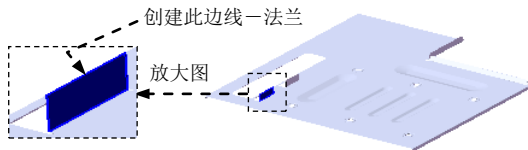
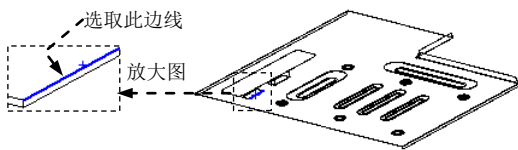

图 17.10.98 创建边线一法兰 6
图 17.10.99 定义特征的边线
Step29. 创建图 17.10.98 所示的边线一法兰 6。
(1) 选择命令。选择下拉菜单 **插入(I)** → **钣金(H)** →  **边线法兰(E)...** 命令, 系统弹出“边线法兰”对话框。
(2) 定义特征的边线。选取图 17.10.99 所示的模型边线为生成的边线法兰的边线。
(3) 定义法兰参数。在 **角度(G)** 区域的  文本框中输入角度值 90.0; 在“边线法兰”对话框 **法兰长度(L)** 区域的下拉列表中选择 **给定深度** 选项, 输入深度值 12.0, 在此区域中单击“内部虚拟交点”按钮 。在 **法兰位置(N)** 区域中, 单击“材料在外”按钮 。